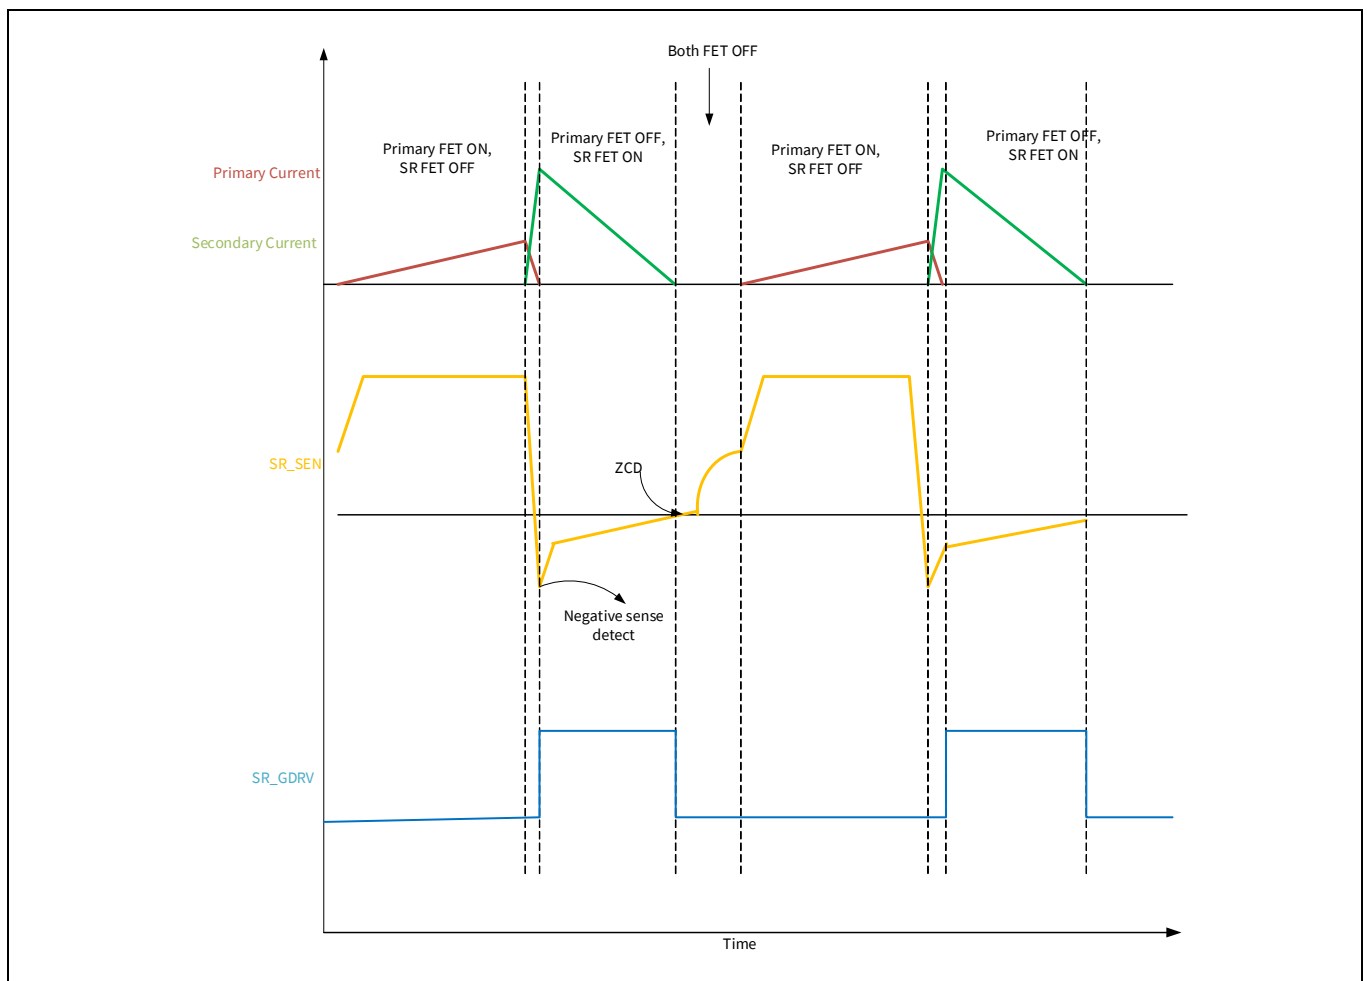
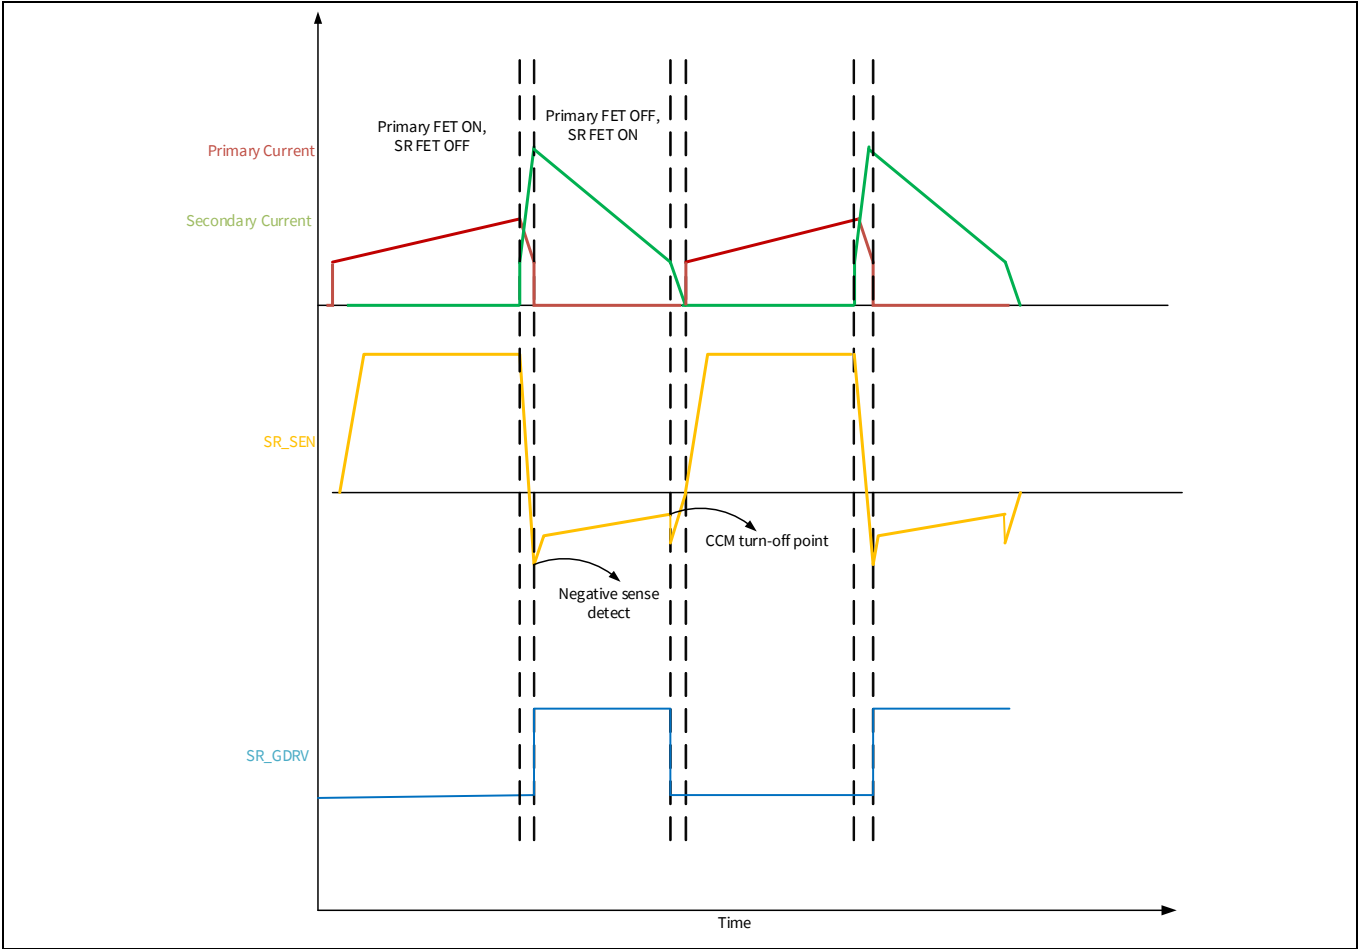

Figure 3 CrCM モードでの SR_SEN および SR_GDRV
Figure 5 CCM モードでの SR_SEN および SR_GDRV
PAG2S-AC は、DCM と CCM の両方のモードで同期整流 (SR) をサポートします。SR センスブロックは、ネガティブセンス検出とゼロクロッシング検出 (ZCD) をサポートします。Figure3 ~ Figure5 に、CrCM, バレースイッチング, および CCM のモードでの SR_GDRV 機能を示します。SR コントローラーのターンオン伝播遅延は 40ns (Typ)、ターンオフ伝播遅延は 25ns (Typ) です。